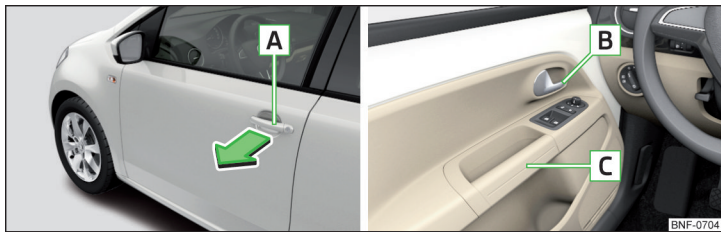

Fig. 32 Mânerul portierei/maneta de deschidere a portierei
- ▶ Pentru **deschiderea din exterior**, desciuați autovehiculul și trageți de mânerul portierei în sensul săgeții » fig. 32.